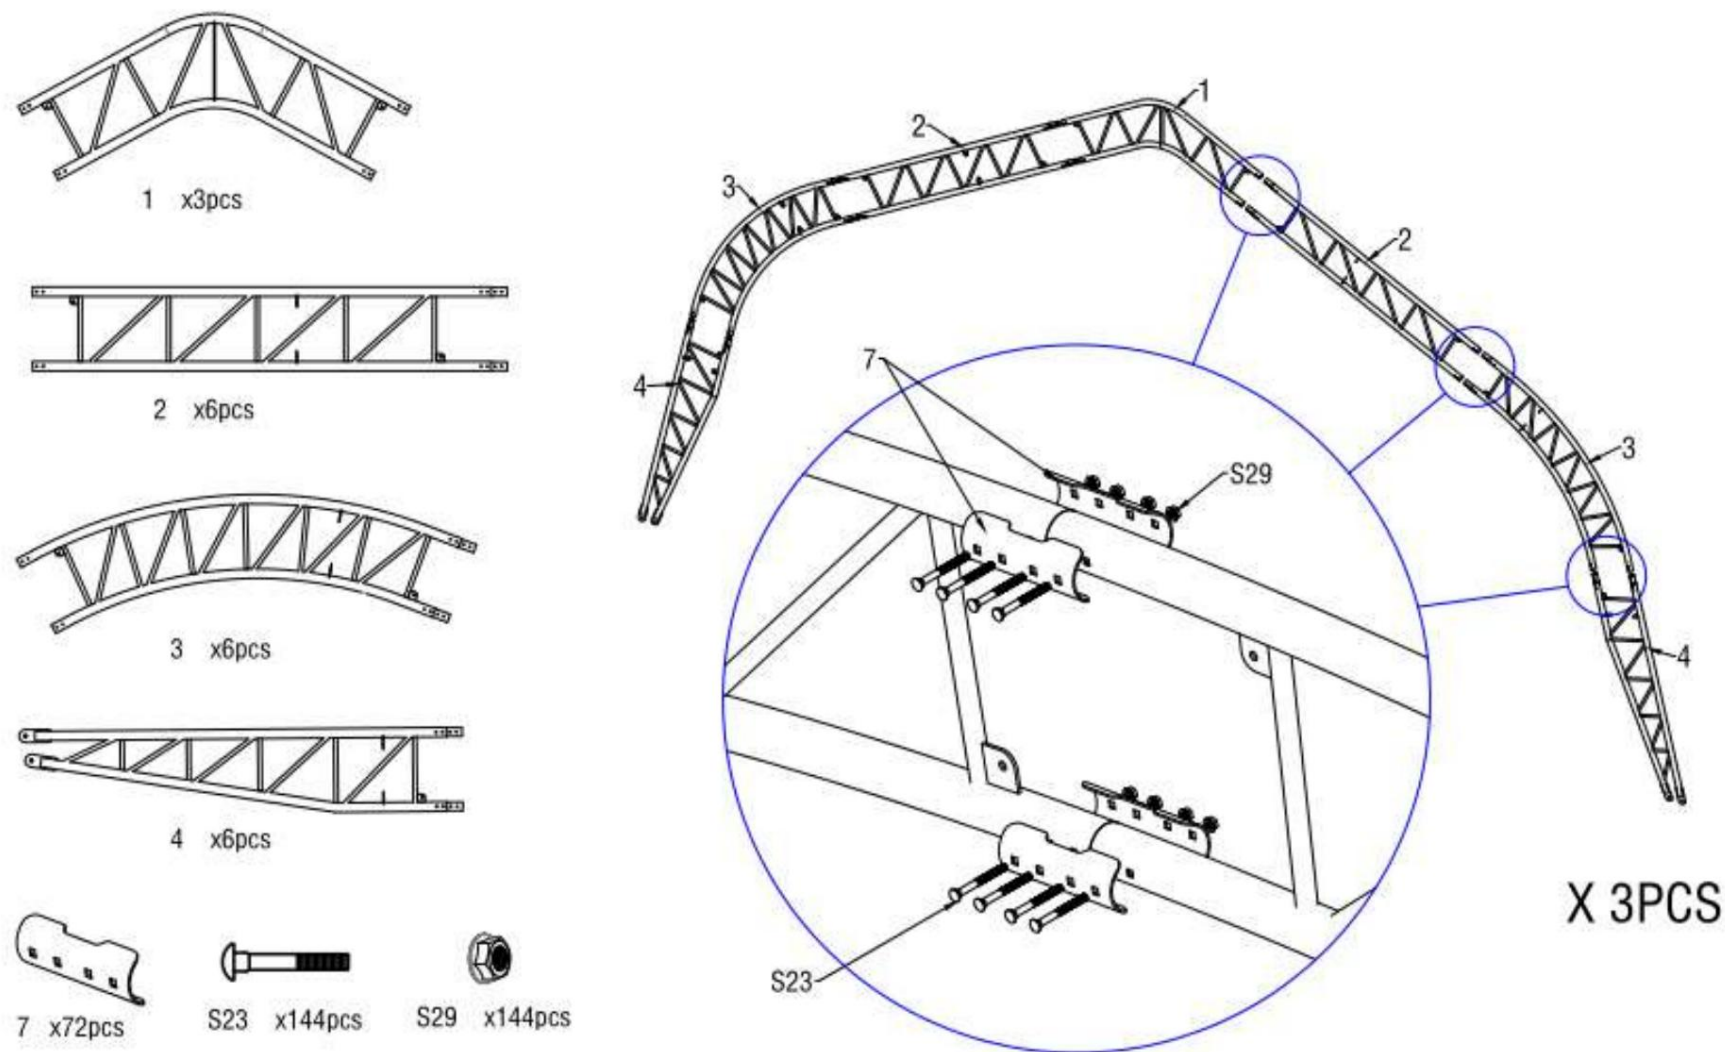

Figure 4
2. Comme indiqué sur la figure 4, repérez un tube supérieur de toiture (n° 1), deux tubes de courbure supérieurs de toiture (n° 2), deux tubes de courbure centraux de toiture au niveau de l'épaulement (n° 3) et deux tubes de courbure inférieurs (n° 4). Assemblez chaque groupe d'arcs à l'aide d'une vis M8x80 (n° S23). NE PAS installer la vis sur le dessus de la ferme, là où reposera la toile.
Remarque : Le tube supérieur du toit, le tube incurvé du toit et le tube incurvé inférieur (n° 1A, 2A, 3A et 4A) qui sont soudés avec des plaques d'acier pour les portes avant et arrière sont différents de l'arche centrale. (Figure 4)